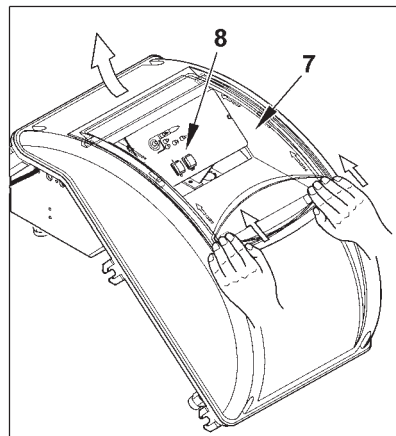

图 4
4) 合上盖板，采用5Nm的力矩紧固4个螺丝（1）以保证良好密封。如果要接触控制面板（8），如图4所示，沿箭头指示方向轻轻移开透明罩（7），使其与盖板分离，并将其取下。